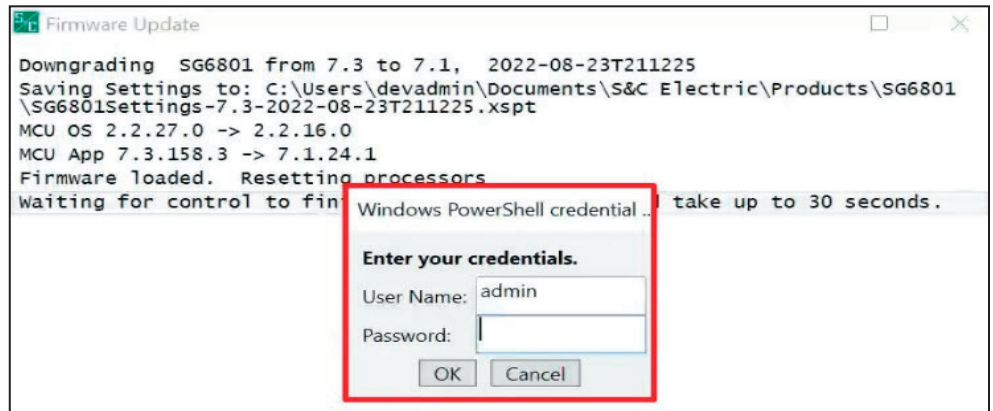

Figura 48. La ventana de diálogo Credenciales de Windows PowerShell.
**PASO 16.** Si aparece la ventana de diálogo Windows PowerShell Credential, introduzca la misma contraseña introducida en el Paso 9 de la página 34. Ver Figura 48.